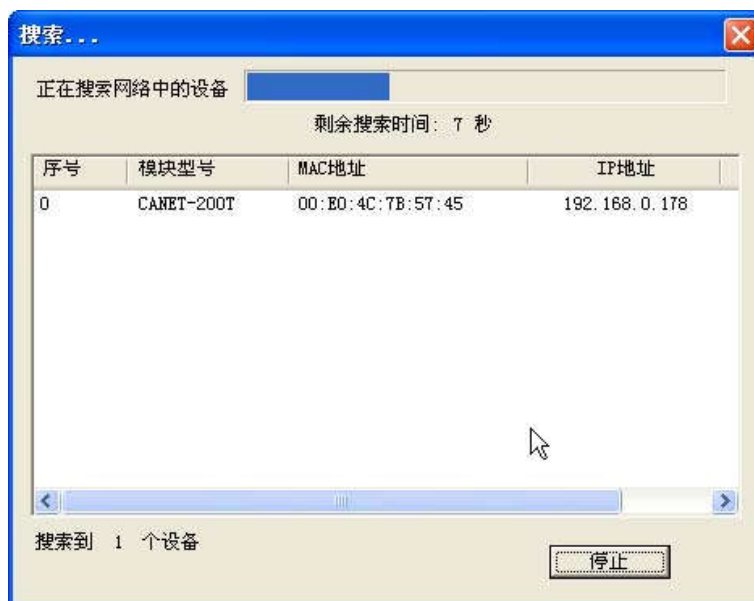

图 4.2 ZNetCom 软件搜索设备
- e. 单击  按钮出现如图 4.2 所示界面，可以获知设备 IP 地址。